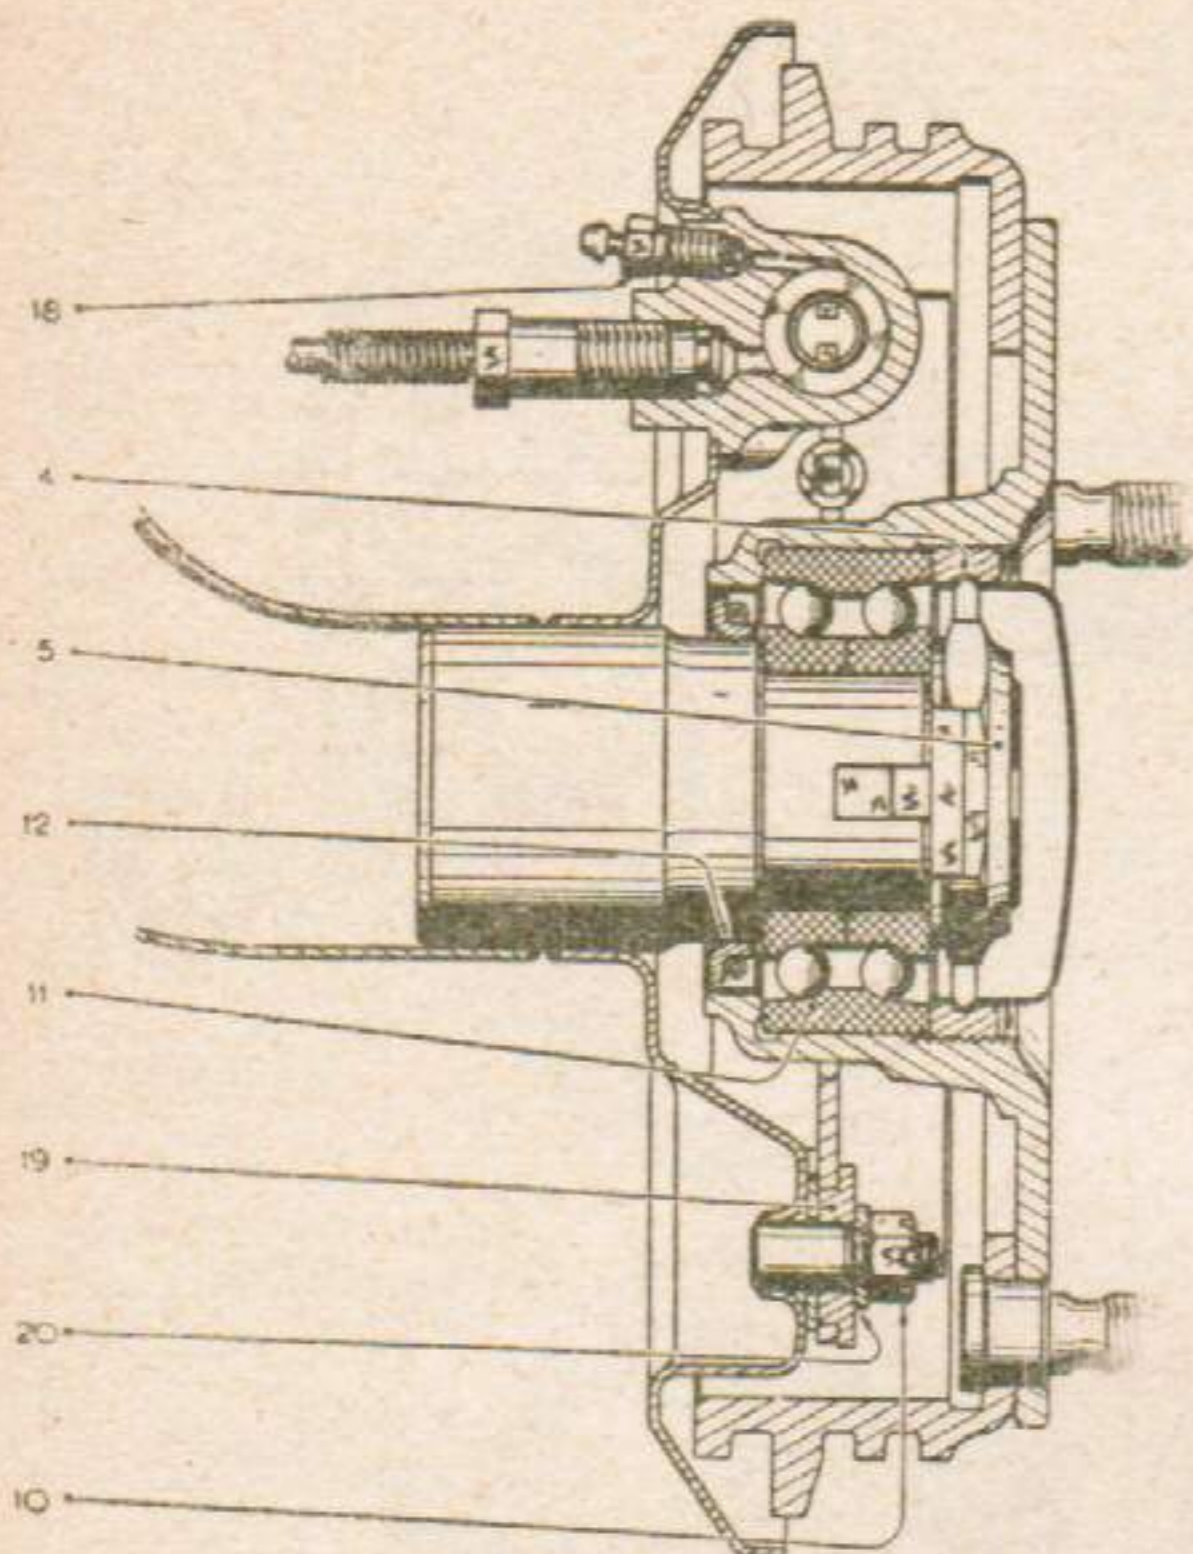
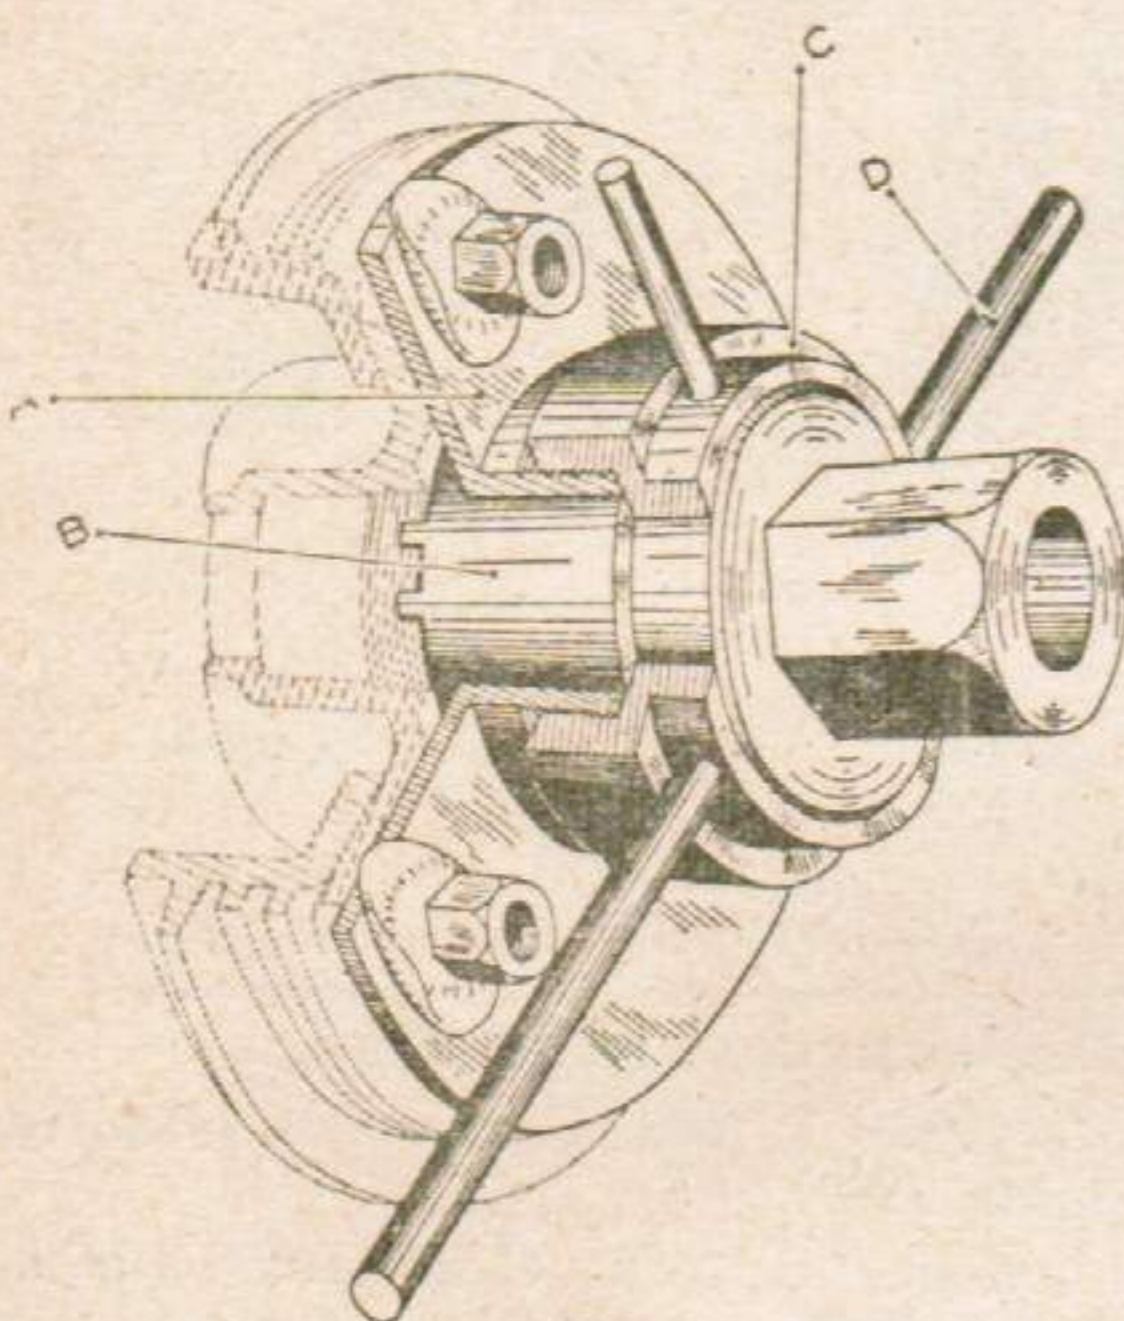

Fig. 39. — Vue en coupe d'un moyeu tambour arrière.
Fig. 40. — Utilisation de la clé 1811-VA pour dévisser la bague-écrou d'un moyeu AR.
- Percer, à l'aide d'un foret de 4 mm, les coups de pointe qui arrêtent la bague-écrou (4) (figure 39). Immobiliser le tambour à l'aide d'un levier prenant appui sur ses tocs, pour dévisser la bague-écrou (utiliser, si possible, la clé 1811-VA (figure 40)).
- Déposer l'écrou (5) de blocage du roulement.
- Chasser sous presse, à l'aide d'un tube, le roulement double (11).
- Chasser la garniture d'étanchéité (12).
• 2° Mettre en place la garniture d'étanchéité (12) (figure 39), le bord de cuir dirigé vers le roulement. Comme déjà indiqué lors de la préparation du moyeu tambour, la cage tôle doit être en retrait de 0,1 à 0,5 mm par rapport à la collerette d'appui du roulement.